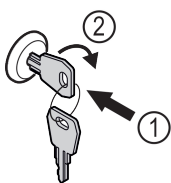

Fig. 55
- ▶ Inserire la chiave Fig. 55 (1).
- ▶ Ruotare la chiave di 90° in senso orario Fig. 55 (2).